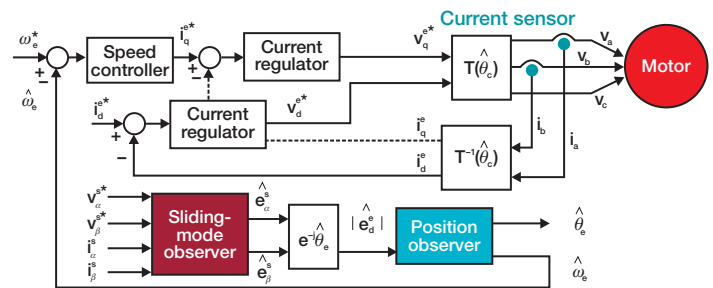

图3 基于SMO的无传感器控制结构框图
- 3) 在正常速度时，采用基于SMO的无传感器闭环控制如果压缩机转速达到正常速度区域，将会采用基于SMO（sliding-mode observer）的无传感器闭环控制方式。基于SMO的控制方式是通过检测压缩机的反电动势（Back-EMF）去获得转子空间信息从而得到转子的角度。因为反电动势的幅值于电机转速成正比，所以在高速的时候SMO会获得比较理想的性能。在冰箱的正常速度范围内非常适合。与其他的电机控制算法相比，本方案中采用SMO的方式获得了很好的性能，尤其是在高速带载时。专门的非线性的逆变开关效应补偿和转子位置估计器算法是改善冰箱系统的关键。整体的SMO控制方法参考图3。